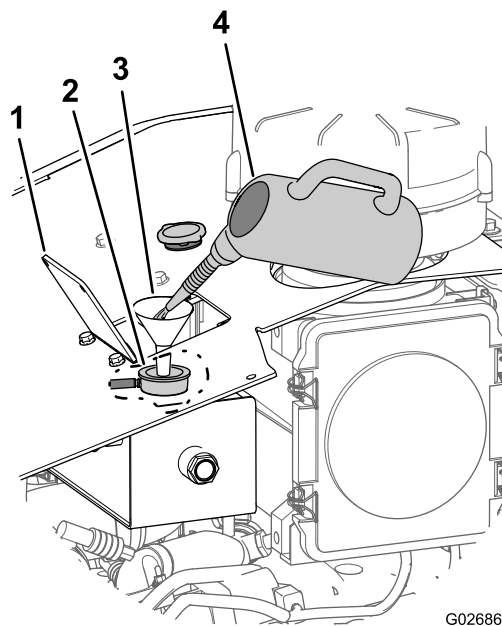

Figura 102
- B. Añada una solución de limpieza para sistemas de refrigeración al sistema de refrigeración por el cuello de llenado del depósito auxiliar (Figura 102).